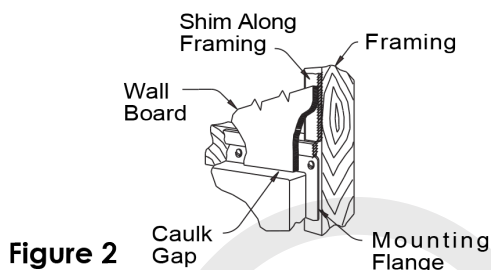

Figure 2
8. Finissez les plaques murales comme indiqué à la Figure 2.